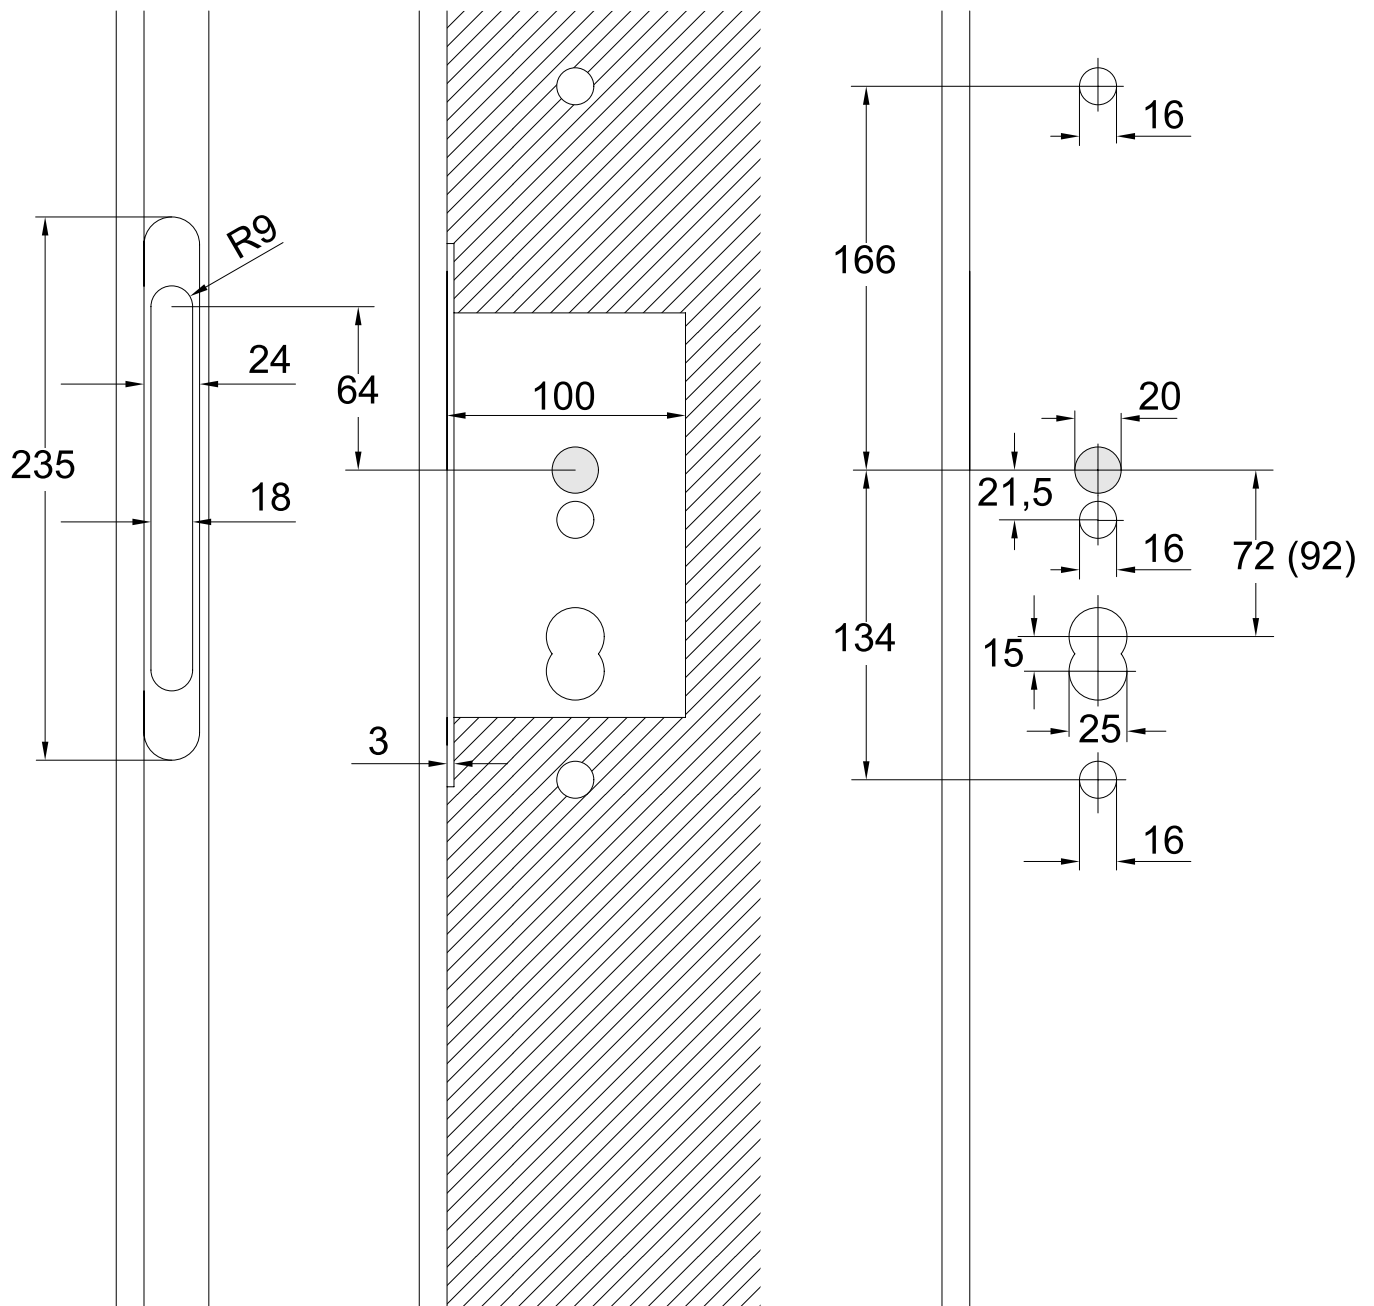

Abb. 3: Einbaumaße und Bohrschema
- ▶ Bohren Sie alle Bohrungen, wie in Abb. 3 gezeigt.